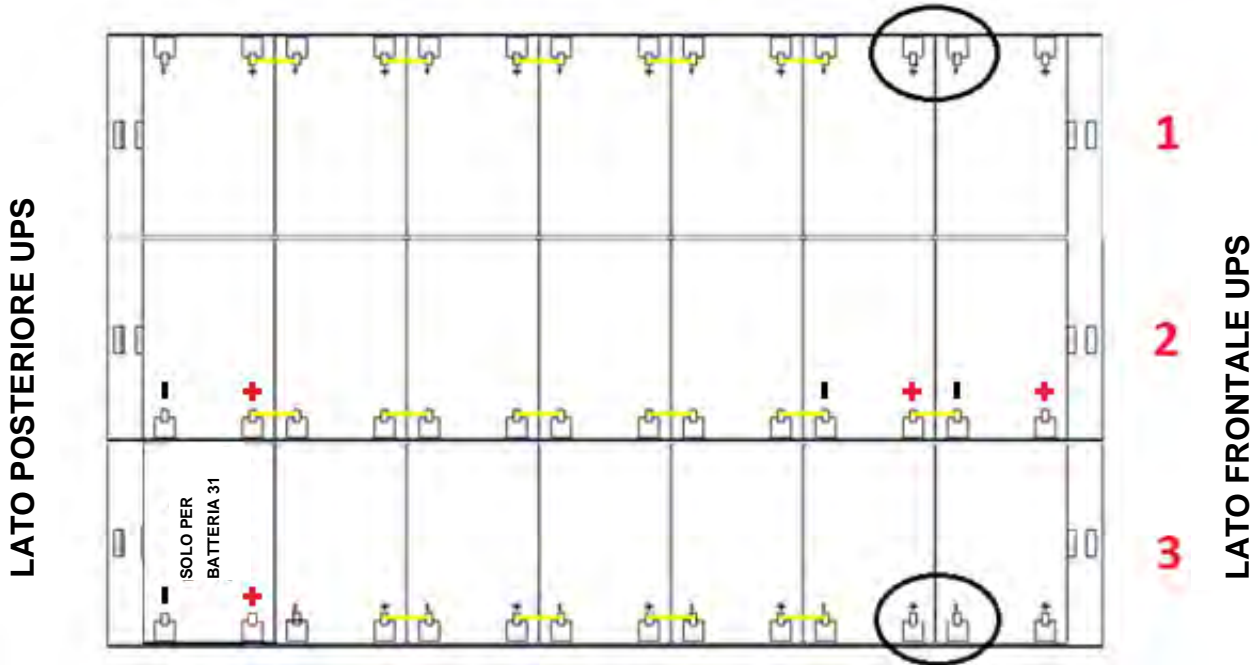

Figura 31 - Vista dall'alto Piano N°1
5) Sul Piano n°1 inserire i cassettei n°1-2-3 rispettando la posizione come dimostrato in figura 31.